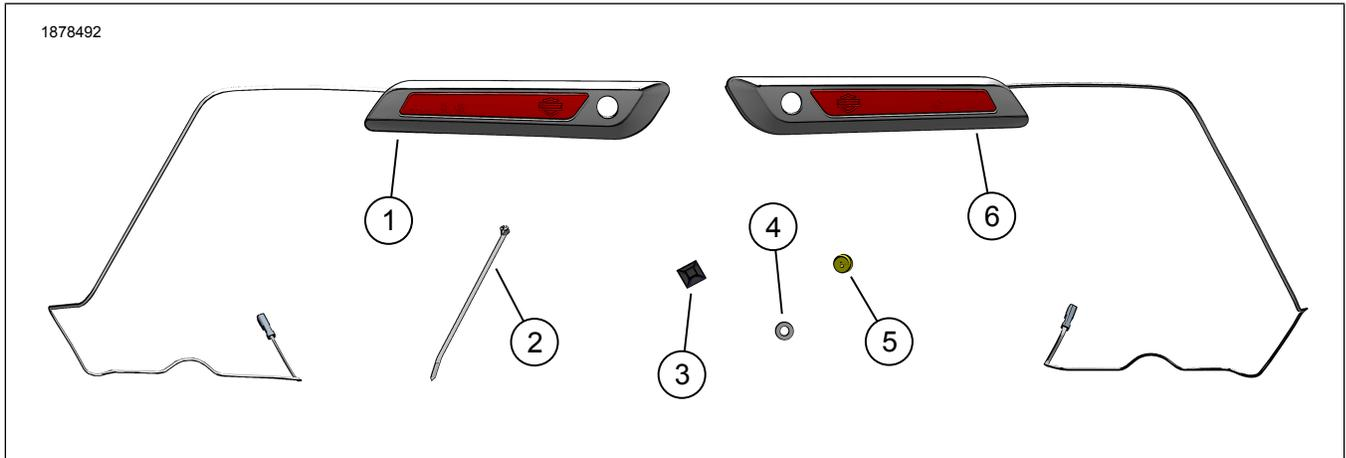
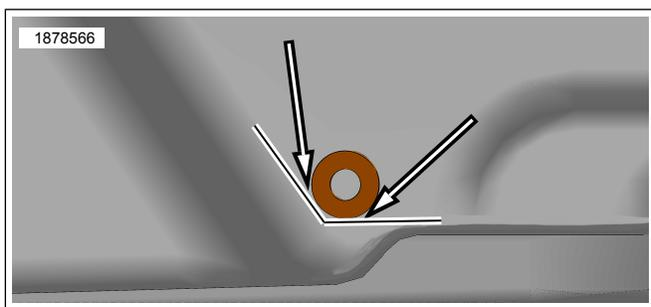
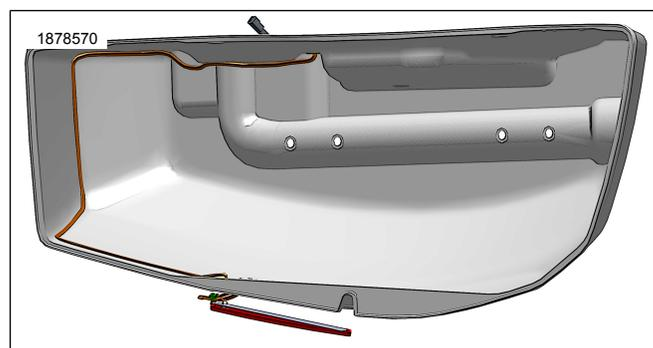

Figura 1. Contenido del kit: Kit de luces indicadoras laterales para alforjas
Figura 5. Zona de perforación del agujero inferior de la alforja
Figura 6. Colocación del arnés
- b. Vea la Figura 1 y la Figura 5 . Utilice la arandela plana (4) del kit como guía para perforar: colóquela contra la superficie de la alforja de manera que toque el radio en la parte lateral y en la parte inferior de la alforja.
Vea la Figura 1. y Vea la Figura 6. Coloque el cableado dentro de la alforja como se muestra y asegúrelo con correas de cable (2) y anclajes (3) según sea necesario para que quede fijo.